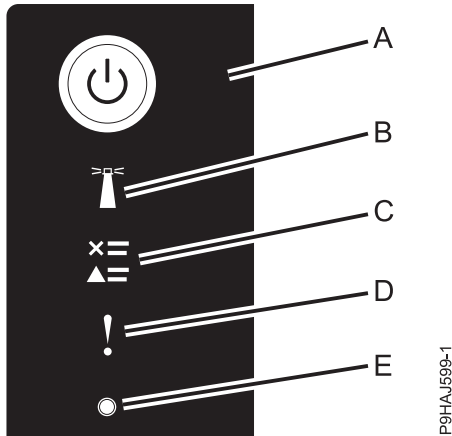

Figure 5. Voyants du panneau de commande
- Le voyant d'alimentation (A) clignote, comme indiqué dans la figure suivante.
3. Appuyez sur le bouton de mise sous tension (A) du panneau de commande, comme indiqué dans la figure 5.